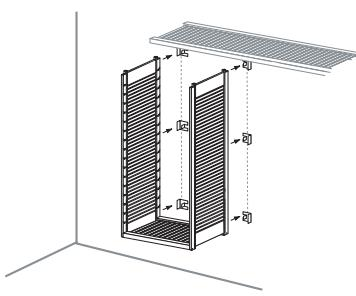

**FIG. 3.2**
- Sélectionner la tablette (C) et insérer les écrous de came à leur place (Fig. 3.2)